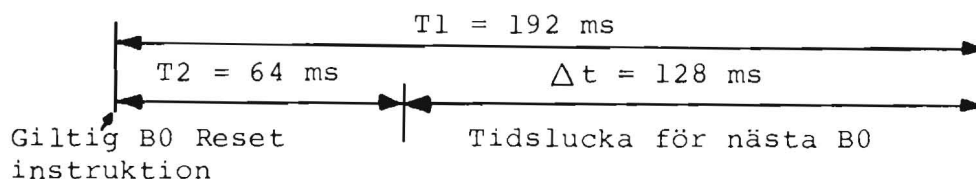

Bild 21. Tidslucka för "Watchdog Timer"
- om programvaran inte har nollställt en tidsövervakare kallad Watchdog Timer i BITE inom en given tidslucka (Δt) enligt bild 21.